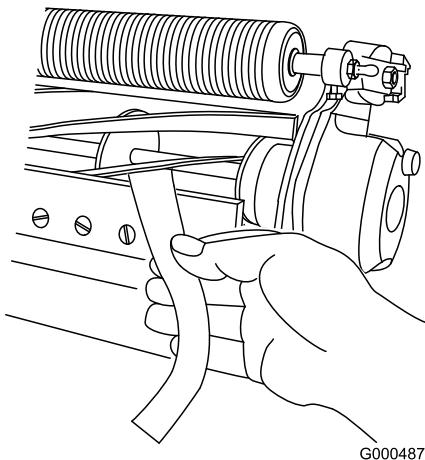

Рисунок 12
3. Проверьте режущие способности блока, вставив длинную полоску специальной бумаги Toro (деталь №125-5610) между барабаном и неподвижным ножом, перпендикулярно неподвижному ножу (Рисунок 12). **Медленно** вращайте барабан вперед. При этом бумага будет разрезаться.